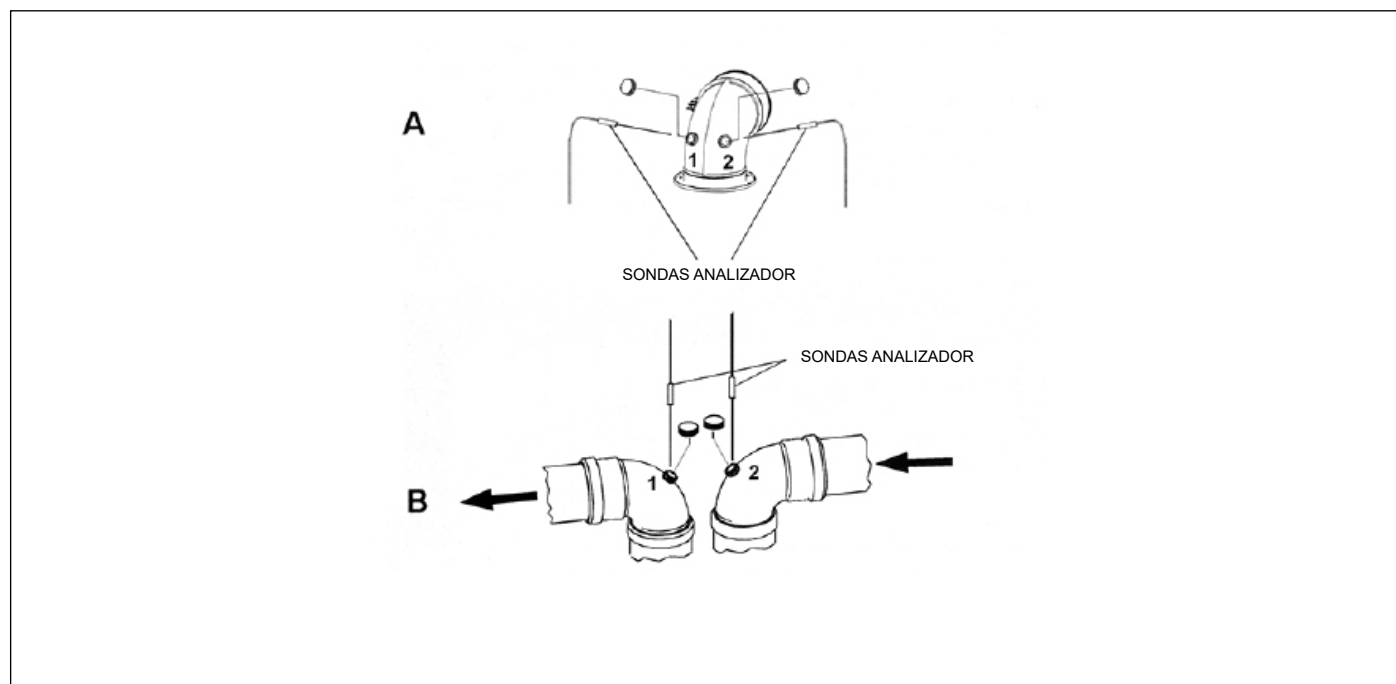

Fig. 34 Ejemplos de puntos de detección de humos
- medición de la temperatura del aire comburente tomada en el orificio dedicado 1 (ver ref. (A) Fig. 34 Ejemplos de puntos de detección de humos , para las calderas con cámara estanca y conductos provistos de sondas para análisis).
- medición de la temperatura de los humos y de la cantidad de CO₂ tomada en el orificio 2 (Ver ref. (A) Fig. 34 Ejemplos de puntos de detección de humos , para las calderas con cámara estanca y conductos provistos de sondas para análisis).
- medición de la temperatura del aire comburente tomada en el orificio dedicado 2 (ver ref. (B) Fig. 34 Ejemplos de puntos de detección de humos , para las calderas con cámara estanca y conductos provistos de sondas para análisis).
- medición de la temperatura de los humos y de la cantidad de CO₂ tomada en el orificio 1 (Ver ref. (B) Fig. 34 Ejemplos de puntos de detección de humos , para las calderas con cámara estanca y conductos provistos de sondas para análisis).